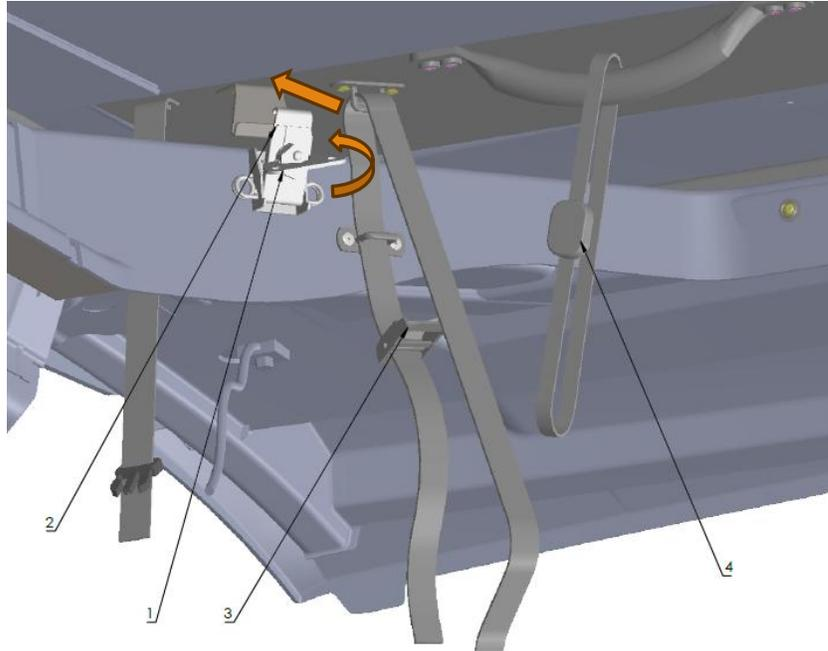

Fig. 6
- Attachez et serrez d'abord les sangles de sécurité avec beaucoup de force (**Fig. 6, 3**), puis fermez et verrouillez les fermetures papillon (**Fig. 6, 1**)